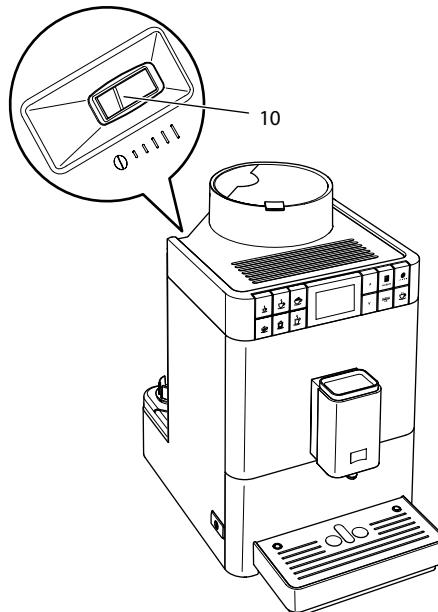

Fig. 16: Palanca para ajustar del nivel de molido
2. Mueva la palanca hacia la izquierda o derecha, como se muestra en Fig. 16.